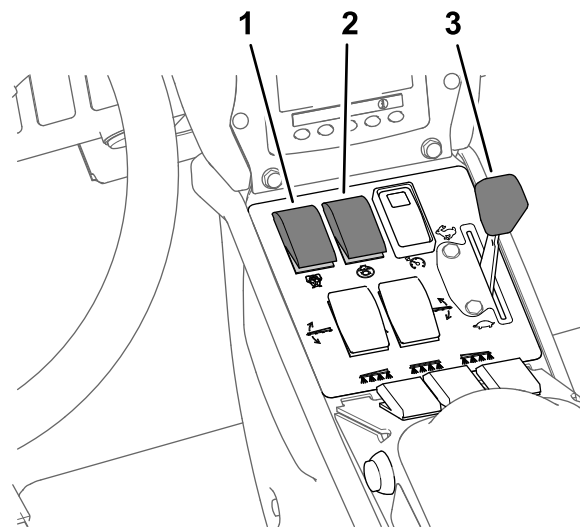

Figure 41
- Réglez la commande d'agitation et la commande de la pompe de pulvérisation en position ACTIVÉE (Figure 41).
- Placez la commande d'accélérateur en position HAUT RÉGIME (Figure 41).
Remarque: Cette procédure suppose que la pompe de pulvérisation est en marche; voir Figure 41 sous Pulvérisation en mode débit d'application (page 39).
4. Réglez la commande d'accélérateur au régime moteur voulu pour pulvériser; voir Figure 41 sous Pulvérisation en mode débit d'application \(page 39\).